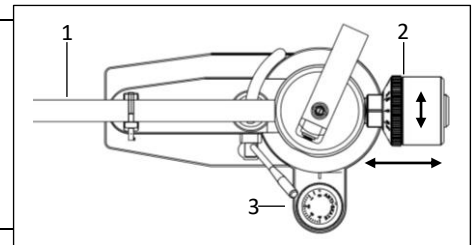

Abb. 2
Das mitgelieferte Gegengewicht (2) muss am Tonarm (1) aufgeschraubt werden. (Abb. 2)
5. Den Antiskating-Einstellknopf (3) durch drehen auf "0" stellen. (Abb. 2)
6. Den Tonarm durch hin- und herdrehen des Gegengewichtes (2) waagrecht ausbalancieren.